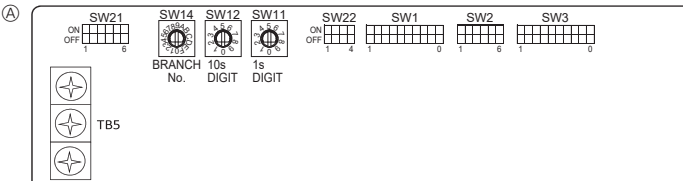

Fig. 5-9
- ③ Controlador remoto inalámbrico (al instalar un receptor de señales inalámbrico)
- ④ Bloque de terminales para los cables de transmisión interiores
- ⑤ Bloque de terminales para los cables de transmisión exteriores (M1(A), M2(B), ④(S))
- ⑥ Mando a distancia
- ⑦ Receptor de señales inalámbrico
- ⑧ Controlador remoto inalámbrico
5.5. Configuración de las direcciones (Fig. 5-9)
- ① Cómo configurar las direcciones
5.6. Ajuste del interruptor según la altura del techo (Fig. 5-9)
5.7. Captar la temperatura de la sala con el sensor incorporado en el mando a distancia (Fig. 5-9)